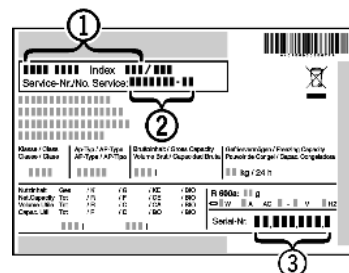

Fig. 10
- ▶ Ierīces nosaukumu *Fig. 10 (1)*, servisa Nr. *Fig. 10 (2)* un sērijas Nr. *Fig. 10 (3)* nolasi no datu plāksnītes. Datu plāksnīte atrodas ierīces iekšpusē pa kreisi.
- ▶ Informējiet tehniskās apkopes dienestu un paziņojiet par bojājumu, ierīces nosaukumu *Fig. 10 (1)*, servisa Nr. *Fig. 10 (2)* un sērijas Nr. *Fig. 10 (3)*.